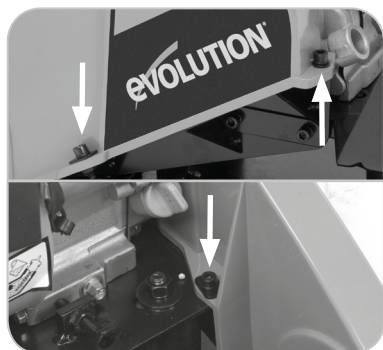

Fig. 18
- Rimuovere la protezione della cinghia svitando le tre (3) viti a brugola (**Fig. 18**) tramite una chiave esagonale e a tubo (non in dotazione) e conservarle al sicuro per il successivo utilizzo.